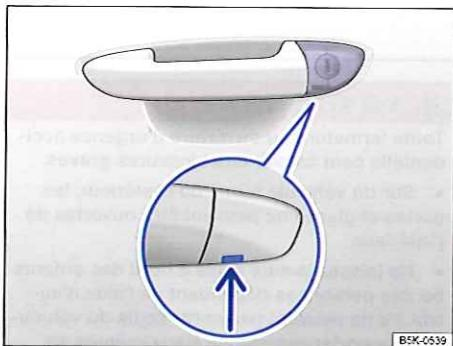

Fig. 227 Poignée de porte du conducteur : barillet masqué.
- Insérez le panneton par le bas dans l'ouverture du cache de la poignée de porte du conducteur ⇒ fig. 227 (flèche) puis retirez le cache en le soulevant par le bas. Tirez en même temps sur la poignée de porte.